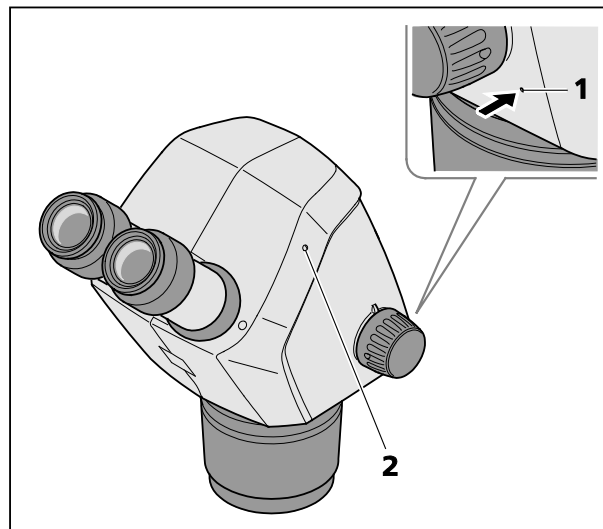

図 10 内蔵カメラのリセット
- 広げたペーパークリップでリセットボタン (図 10/1) を 10 秒間以上押し続ける。
カメラの初期化が終了すると、ステータス LED (図 10/2) は常時点灯します。